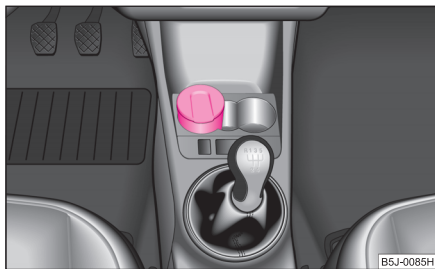

Abb. 65 Mittelkonsole:
- Nehmen Sie den Aschenbecher ⇒ Abb. 65 nach oben heraus. Beim Herausnehmen halten Sie den Aschenbecher nicht am Deckel - Abbruchgefahr.